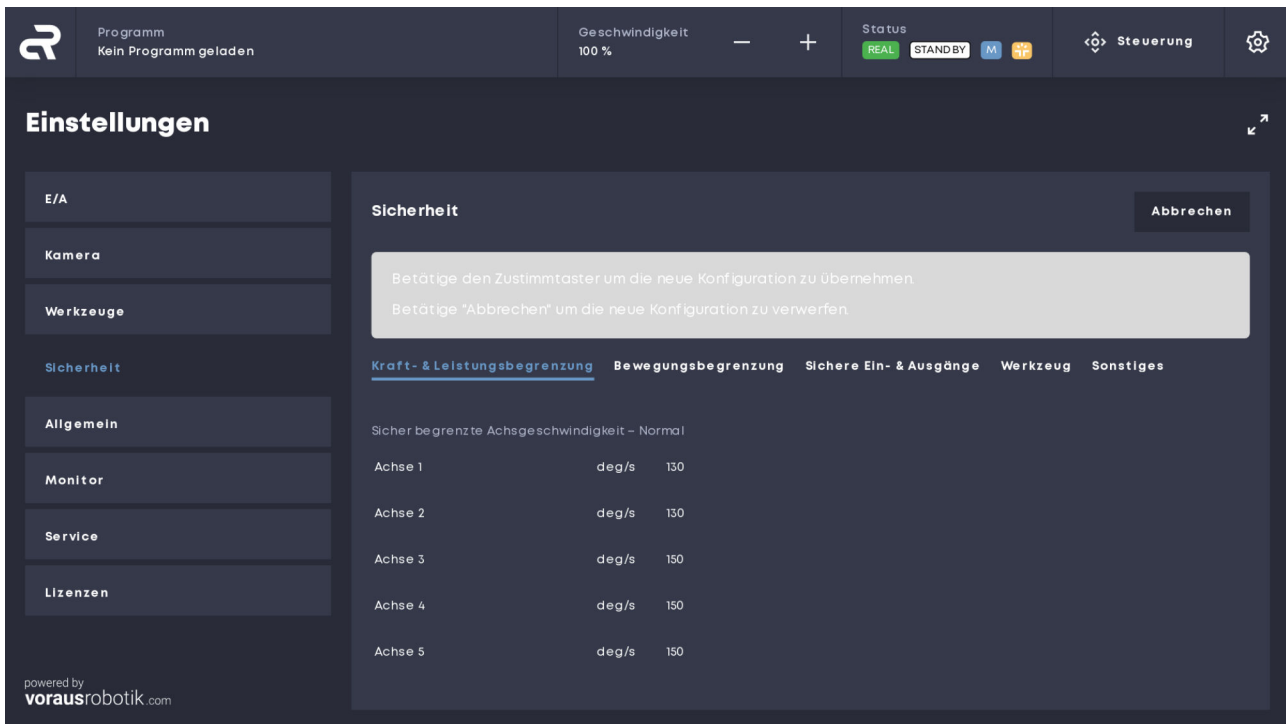

Abb. 16 Neue Sicherheitskonfiguration bestätigen
07. Neue Sicherheitskonfiguration durch Betätigen des Zustimmungstasters in Mittelstellung am Handcontroller bestätigen Abb. 16.